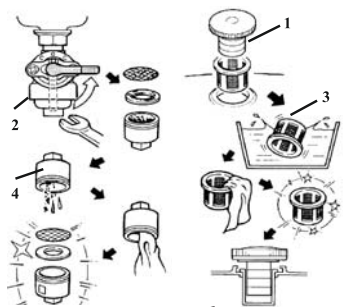

рис. 6
7.5.1 Снимите крышку бензобака 1 (рис. 6) и колпачок крана подачи бензина 2 (рис. 6), стараясь не повредить уплотнения. Слейте
7.5.2 Удалите загрязнения с фильтров 3 и 4 (рис. 6) промыванием в лёгком растворителе (типа №646, Уайт-Спирит) и продувкой. Высушите фильтры и установите их на место.
сняв колпачок **2** (рис. 6) крана подачи топлива.